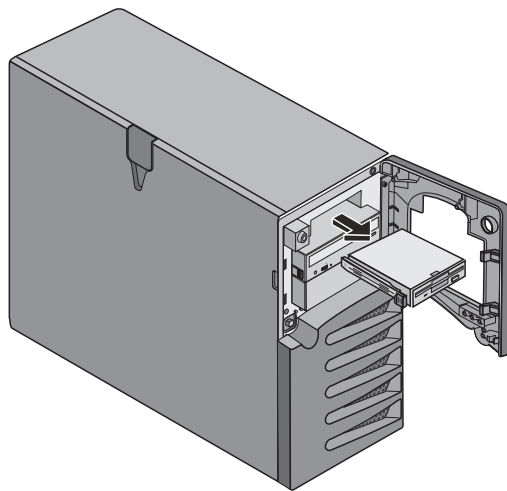

Abbildung 2-5: Entfernen des Diskettenlaufwerks
Das Diskettenlaufwerk und das CD-ROM-Laufwerk, die standardmäßig in allen HP ProLiant ML150 Servermodellen vorhanden sind, befinden sich in Fach 8 bzw. Fach 7 (siehe Abbildung 2-5 und 2-6).
6. Fassen Sie das Laufwerk an den Seiten, und ziehen Sie es vorsichtig aus dem Gehäuse (siehe Abbildung 2-5).